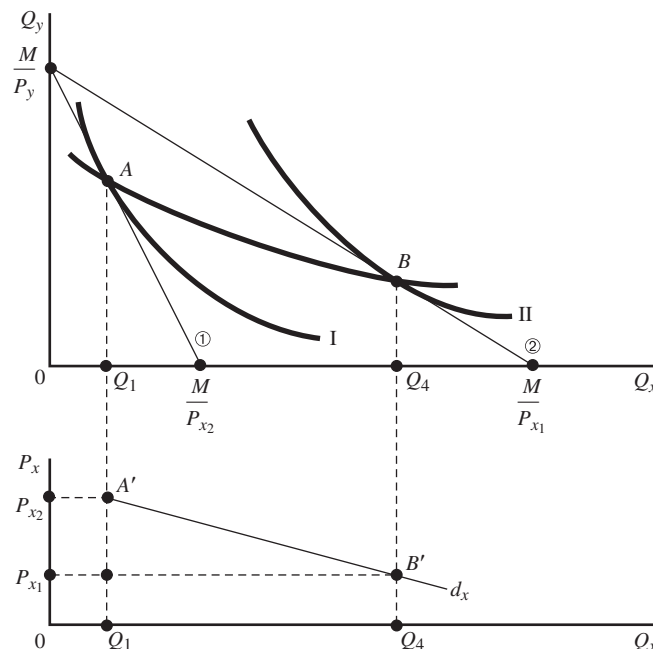

Figura E-1
2. En la parte superior de la figura E-1, el punto A sobre la línea del presupuesto y la curva de indiferencia I son el punto original del equilibrio del consumidor. Cuando P_x desciende, el equilibrio está en B, donde la curva de indiferencia II es tangente a la línea del presupuesto 2. El desplazamiento de A hasta B (Q_1 Q_4) es la totalidad de los efectos sustitución e ingreso de la disminución de P_x y da d_x (la curva usual de la demanda) en la parte inferior. Debido a que la pendiente de la curva precio consumo es negativa entre A y B, d_x es elástica respecto al precio.